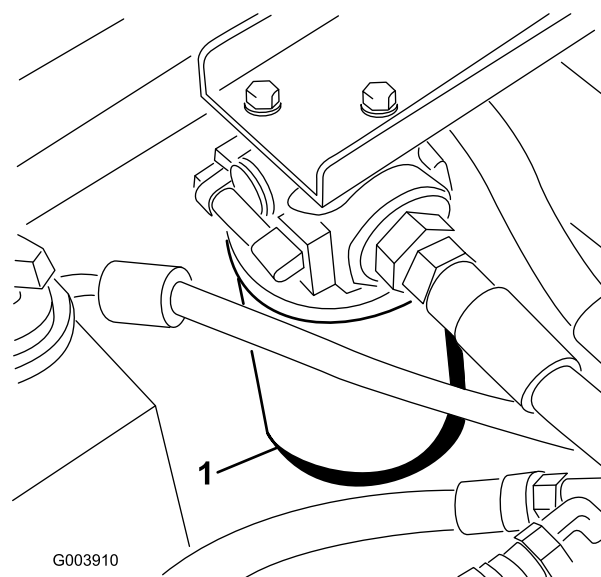

Figura 72
- Limpe a área à volta da área de montagem do filtro (Figura 72) e coloque um recipiente de drenagem por baixo do filtro.